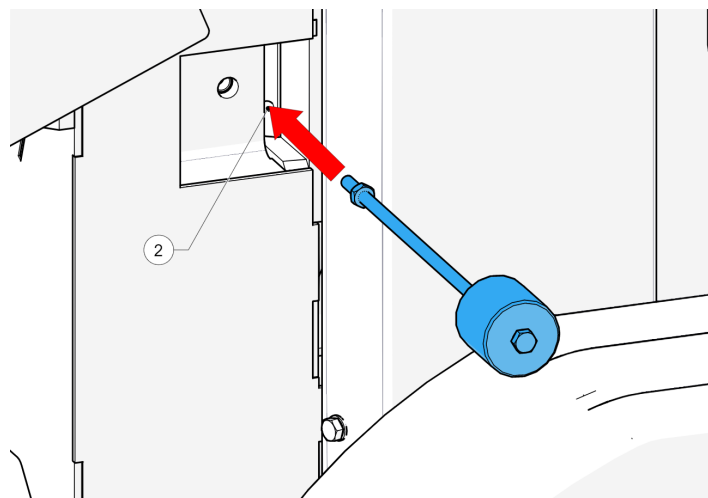

Figure 59 - Marteau inertie
8. Insérez un marteau à inertie approprié dans le trou M8 (2, Figure 59).